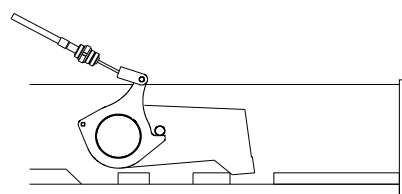

図 2
- ・ 降下止めツメが少しでも上がっている状態(図2)で使用しないでください。